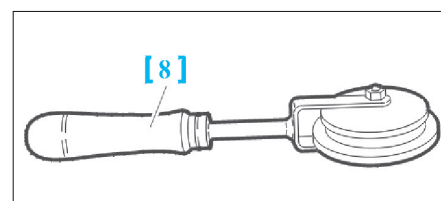

FIG. 106
- [8]. Outil (Ref PSA : 1357-B) de pose du joint d'enjoliveur (Fig.106).